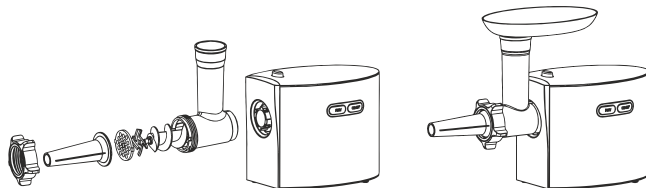

Рис. 11
7.4.2. Зафиксируйте конструкцию с помощью фиксирующего кольца, как указано на рис. 11. Не затягивайте кольцо слишком туго.